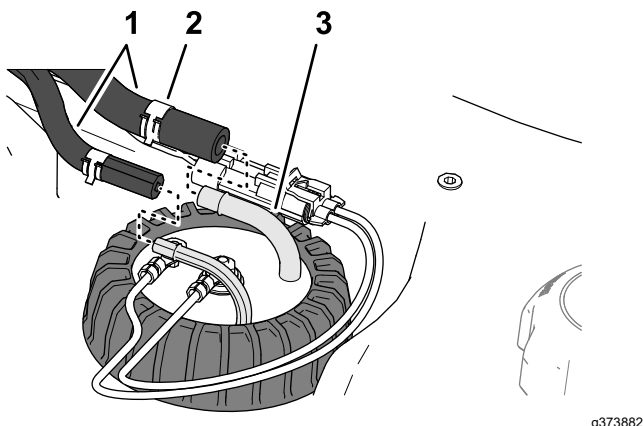

Figure 97
5. Branchez les flexibles sur les raccords du transmetteur de niveau de carburant, et fixez-les en place sur les raccords avec les colliers (Figure 97).